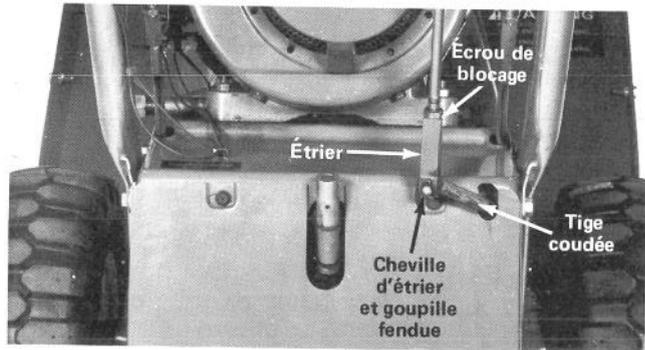

Figure 7
2. Tournez l'étrier (Fig. 7) au bout de la tige de commande jusqu'à ce que les trous de l'étrier s'alignent avec le trou de la tige coudée, introduisez la cheville et vérifiez le réglage. Ensuite, fixez l'étrier et la tige coudée ensemble avec la cheville d'étrier et la goupille fendue (Fig. 7).
3. Enfoncez solidement l'écrou de blocage sur l'étrier (Fig. 7).